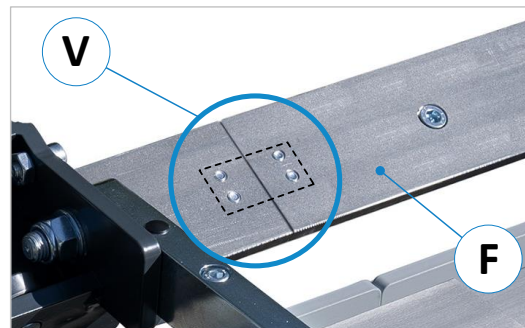

Figure 8 : guide en acier plat pour BK/F et E/KF
Visser solidement les rails de guidage plats (F) du convoyeur à rouleaux, qui sont montés en biais, avec la patte de montage arrière (V) sur la face arrière (voir ⇒ Figure 8). Lors de la mise en place de la patte de montage (V), veiller à ce que les aciers plats soient exactement alignés les uns par rapport aux autres → L'entrefer entre les aciers plats doit être aussi faible que possible.